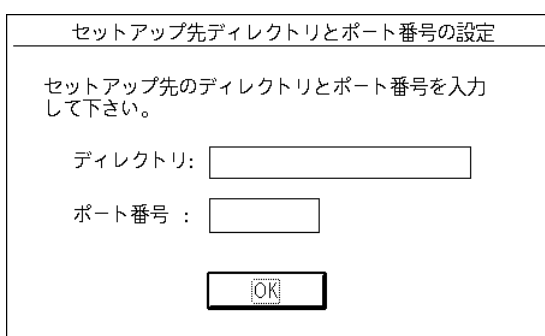

図 2.2 インストールのダイアログボックス
- (4) 続いて図 2.2 のダイアログボックスを表示します。